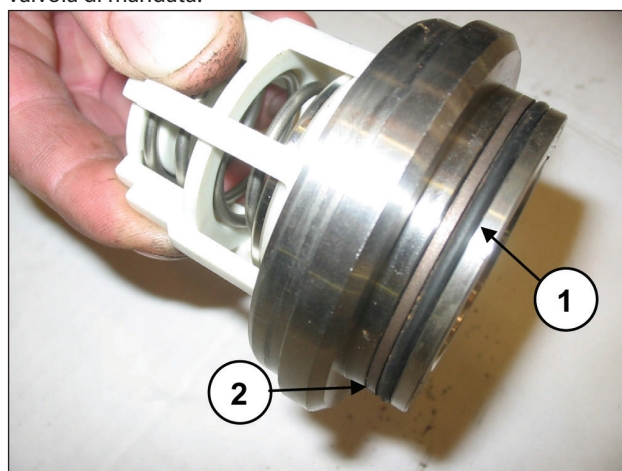

Fig. 106
Montare O-ring, pos. esplosivo n. 5 (pos. ①, Fig. 106) e anello antiestruzione, pos. esplosivo n. 15 (pos. ②, Fig. 106) sulla sede valvola di mandata.